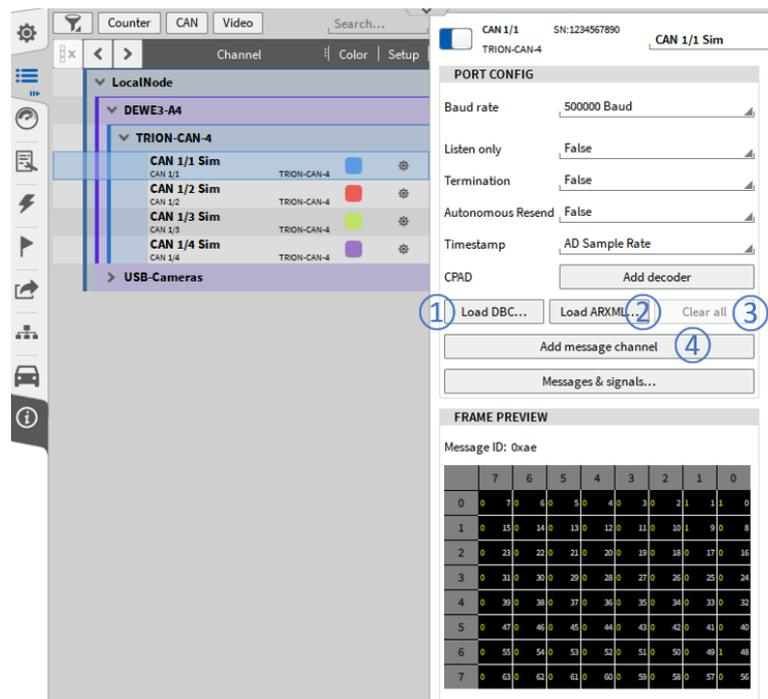

Abb. 7.204: CAN-Port-Konfiguration
Nach der ordnungsgemäßen Konfiguration des CAN-Ports muss der CAN-Stream dekodiert werden (siehe ① in Abb. 7.204) oder *ARXM laden...* (siehe ② in Abb. 7.204).
Sie können alle dekodierten Nachrichten und Kanäle löschen, indem Sie die Schaltfläche *Clear all* in der CAN-Port-Konfiguration drücken (siehe ③ in Abb. 7.204).
Wenn eine oder mehrere auf dem CAN-Bus verfügbare Nachrichten nicht in der ausgewählten dbc- oder arxml-Datei definiert sein sollten, können Sie diese manuell hinzufügen, indem Sie auf *Add message channel* (siehe ④ in Abb. 7.204) klicken und die richtigen Einstellungen im CAN-Nachrichten-Setup definieren. Weitere Details finden Sie im folgenden Abschnitt *CAN-Nachrichten Setup*.